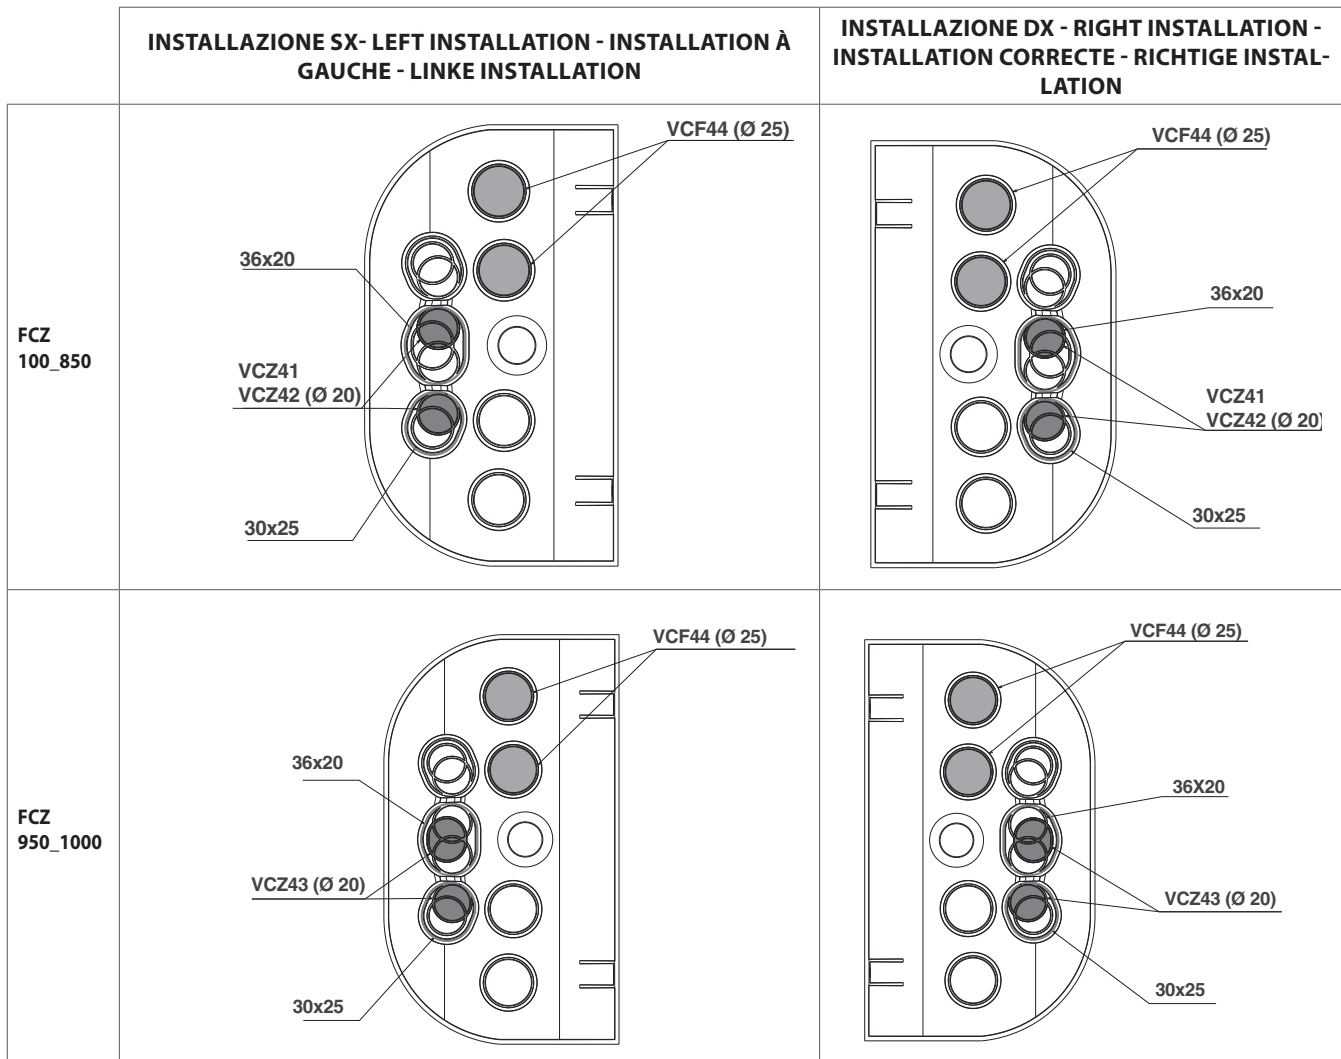

Fig. 2
– si les raccords hydrauliques proviennent du sol rompre partiellement, en fonction des exigences d'installation et de la section du tube, les cloisons en plastique (voir tableau fig.2), et y glisser les tubes en les isolants jusque sous le bac. Puis sceller avec de la silicone les trous de passage, afin d'éviter le passage de la condensation sur les tubes ;
– Wenn die Wasseranschlüsse vom Fußboden kommen, müssen die Kunststoffschirme auf Grundlage der Anforderungen der Anlage und des Leitungsquerschnitts (siehe Tabelle Abb. 2) teilweise durchbohrt werden. Anschließend müssen die Leitungen eingeführt und bis unterhalb der Wanne abisoliert werden. Anschließend müssen die Bohrungen mit Silikon abgedichtet werden, um den Austritt von Kondensat entlang der Leitungen zu verhindern.